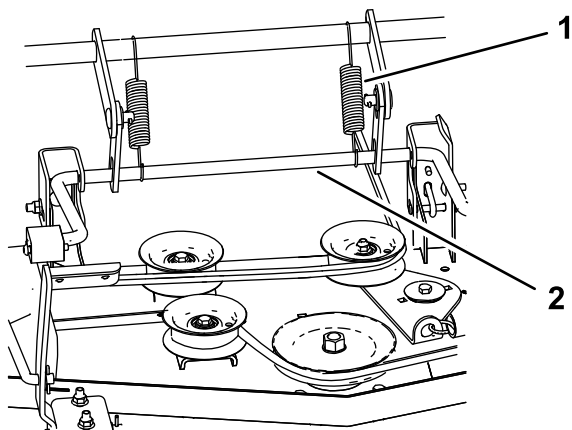

Figura 65
6. Para carcasas de 152 cm (60"), instale los 2 muelles de elevación de la carcasa (Figura 65).